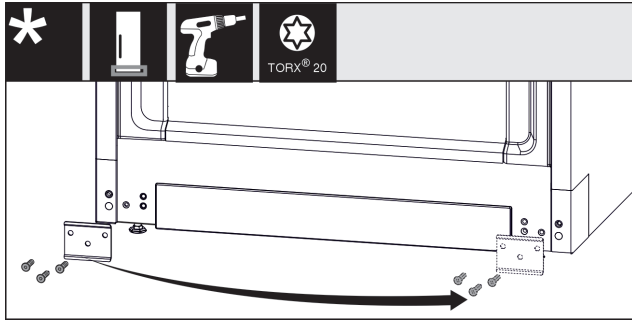

Fig. 12
- ▶ Atsukite skydelį, perkelkite į kitą pusę ir prisukite vėl. *Fig. 12 (1)*
- ▶ Vėl uždėkite uždangalą kitoje pusėje. (1)